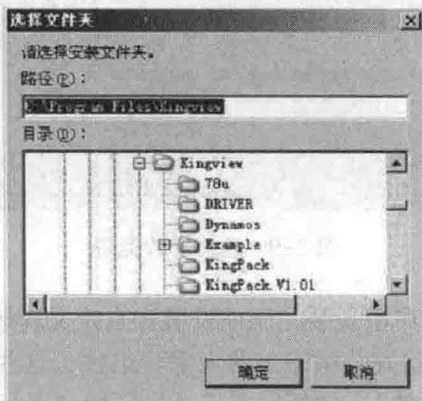

图 2-7 安装路径编辑
(8) 由对话框确认组态王软件的安装目录。默认目录为 C:\Program Files \Kingview, 若希望安装到其他目录, 请单击“浏览...”按钮, 弹出如图 2-7 所示对话框。